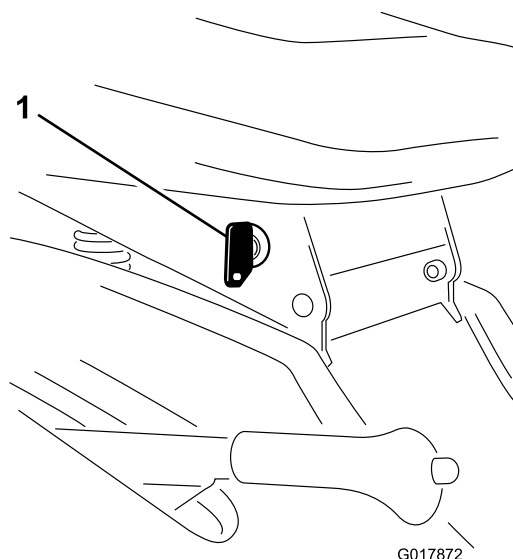

Figura 11
sicurezza agendo sull'interruttore KeyChoice, situato accanto alla staffa del sedile (Figura 11).
2. Inserite la chiave KeyChoice nell'interruttore (Figura 11).